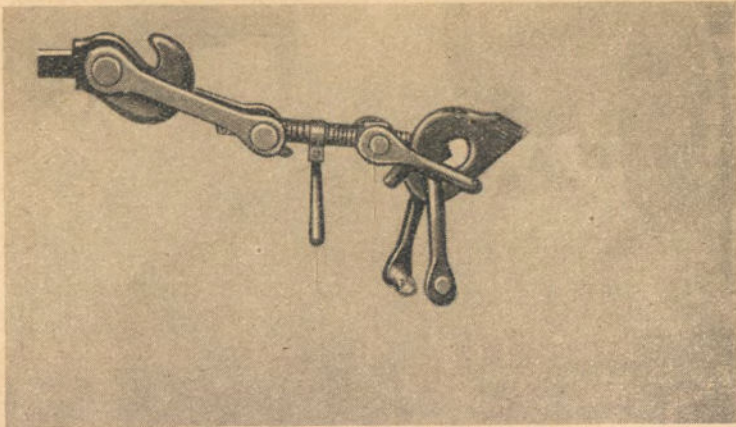

Bild 14
a) Bei Wagen mit Kupplung der Regelbauart und Wagen mit selbsttätiger Kupplung der Bauart Scharfenberg den gebrochenen Bügel aus der Kuppeltasche herausnehmen, den Kupplungsbügel des anderen Wagens über die Kuppeltasche streifen und den gebrochenen Bügel als Vorstecker benutzen — siehe Bild 14.